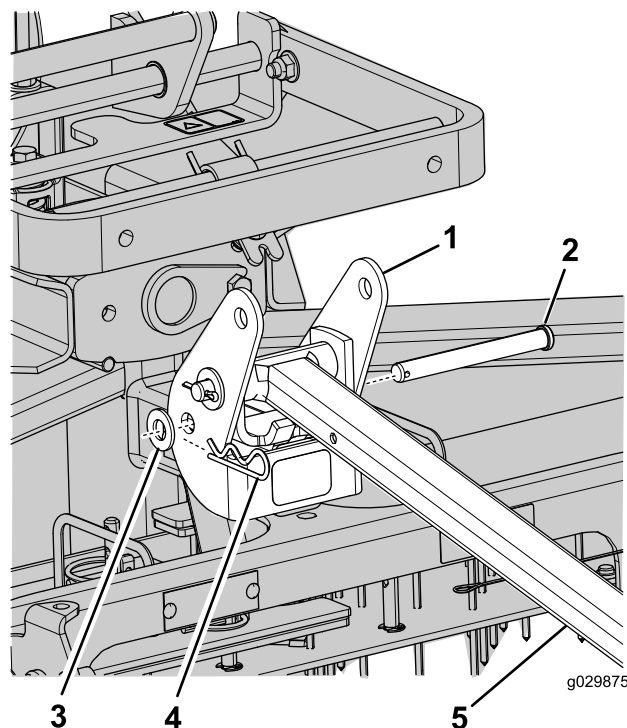

Рисунок 5
- Установите другой шплинтуемый штифт (1/2 x 4-1/2 дюйма) в самые нижние отверстия сдвижного стопорного кронштейна и зафиксируйте его плоской шайбой (17/32 дюйма) и игольчатым шплинтом, как показано на Рисунок 5.